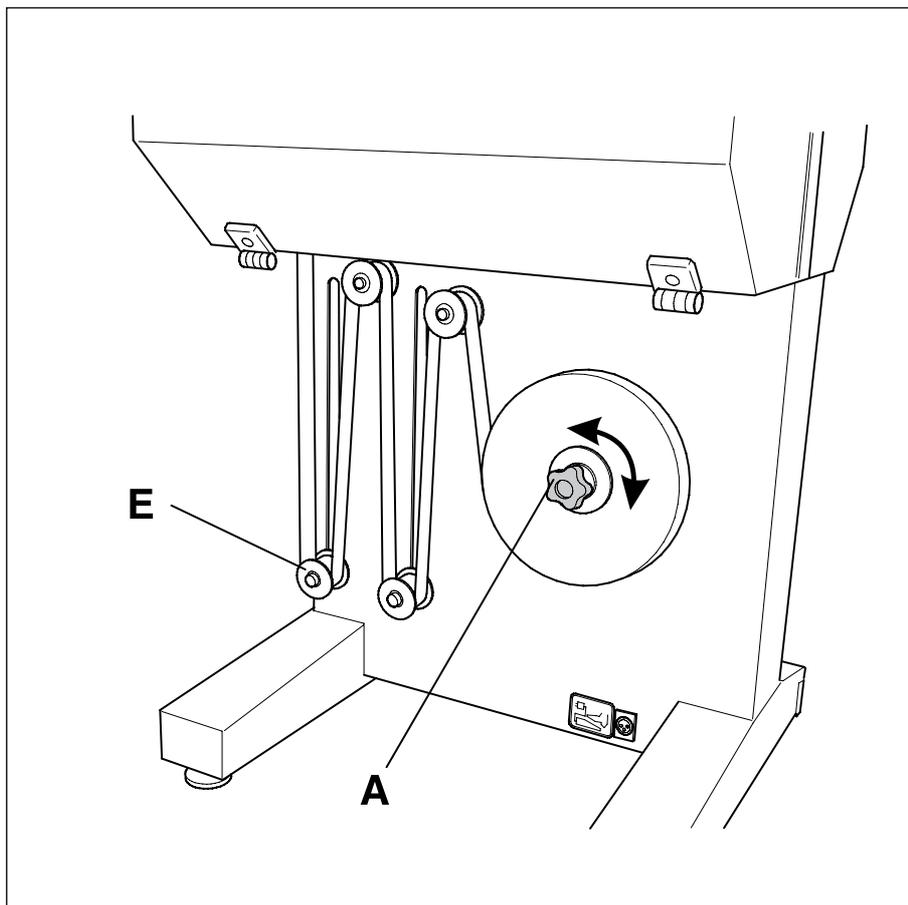

Fig. 3
Si gira la manopola nera (A) nel verso antiorario, si rimuove il nucleo del rotolo usato e se ne mette uno nuovo sul contenitore come si vede nella fig.3.